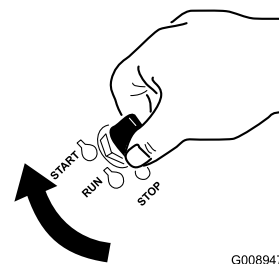

Figure 14
1. Tournez la clé de contact à la position de démarrage (Start) (Figure 14). Relâchez la clé quand le moteur démarre.
6. Tournez la clé de contact à la position de démarrage (Start) (Figure 14). Relâchez la clé quand le moteur démarre.